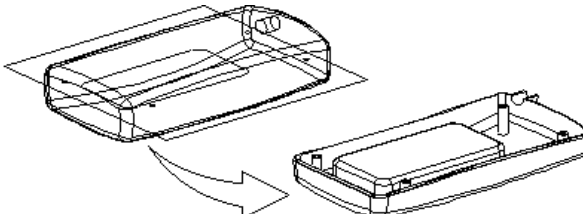

Рисунок 2.11 — Модель нижньої кришки телефону
- 6 Створіть модель нижньої кришки телефону (рис. 2.11), використав зв'язану геометрію.